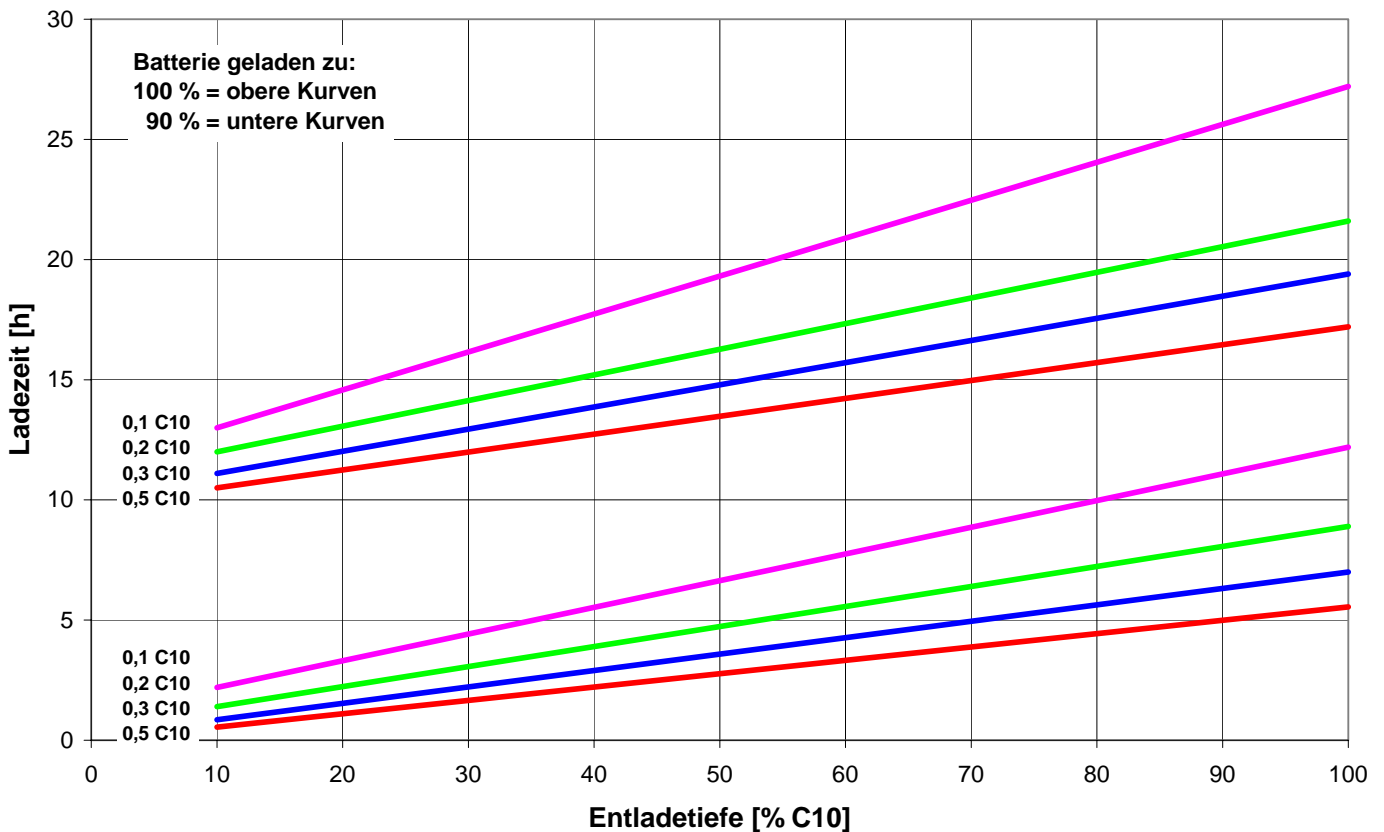

Abb. 7: Ladezeit versus Entladetiefe - Aufladung mit 2,27 V/Z und verschiedenen Strömen (Ampere = Ah-Wert von C₁₀)
- Die Konstantspannung-Konstantstrom-Lademethode (IU) ist die gebräuchlichste, um sehr lange Brauchbarkeitsdauern von verschlossenen Bleibatterien zu erreichen. Die folgenden Diagramme (Abb. 7 und 8) geben Richtwerte über erforderliche Zeiten zum Wiederaufladen einer Batterie bei Erhaltungsladespannung oder erhöhter Spannung (Starkladung) bis zu 2,40 V/Z (bei 20° C) in Abhängigkeit von der Entladetiefe und dem Anfangsstrom.
- Nachfolgend ein Beispiel für den Gebrauch der Diagramme (Abb. 7):